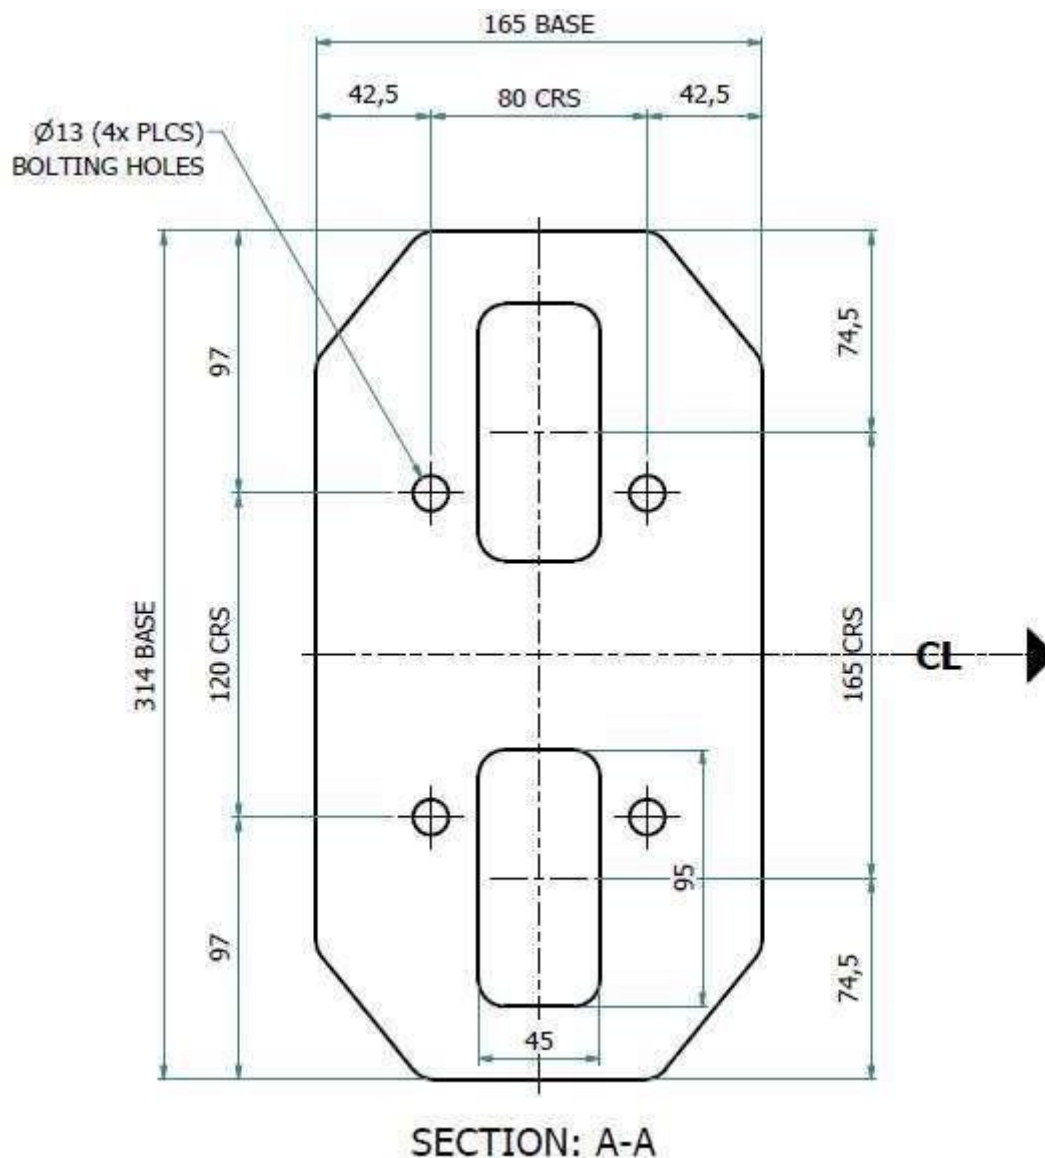

Abbildung 3: Positionierung der Basis & Befestigungsbohrungen
- 4.4. Platzieren Sie die Basis über den Leerrohrpunkten auf dem Boden, wie in **Abbildung 3: Positionierung der Basis & Befestigungsbohrungen** dargestellt. Markieren Sie die Bohrlöcher für die Befestigungsschrauben gemäß der Abbildung.